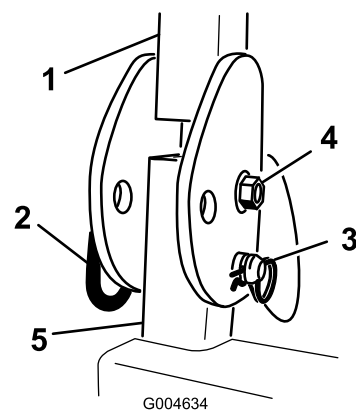

Figura 91
49. Instale el perno, la tuerca, la chaveta y el pasador que sujetan cada conjunto ROPS a los postes del ROPS (Figura 91).